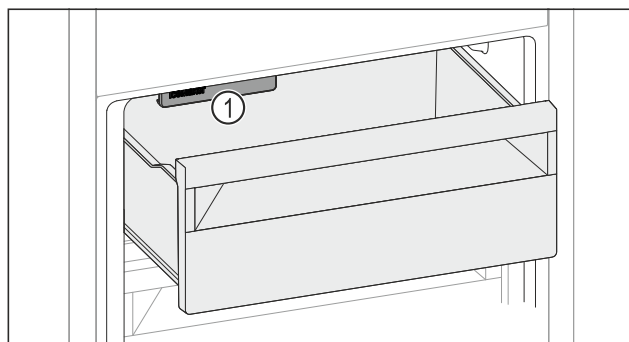

Fig. 131
► Ta hensyn til IceMaker Fig. 131 (1).